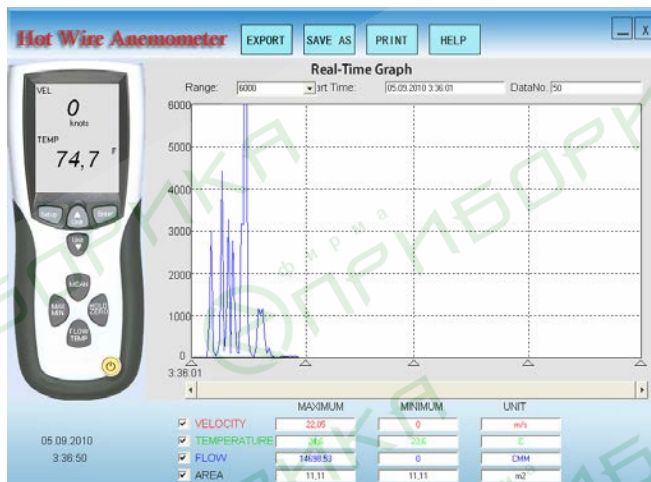

Рис. 3 – Внешний вид программы
- a. Запустите файл МЕТЕР.exe (см. рис. 3).